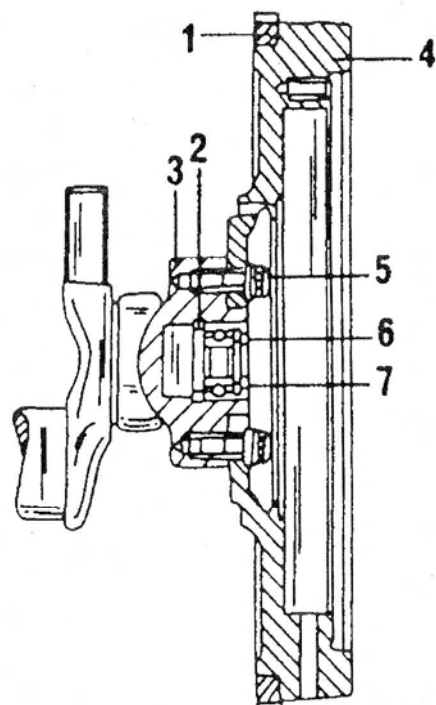

Рис. 60. Размещение маховика в варианте с обычной коробкой передач
На конце коленчатого вала установлен шариковый подшипник. На автомобилях с обычной коробкой передач за шариковым подшипником (7) запрессовано стопорное кольцо («7», рисунок 60), которое для защиты прикрыто с обеих сторон так называемыми шайбами «Viton». Шариковый подшипник на четырехцилиндровом двигателе вклеен. За подшипником находится распорное кольцо. Для снятия подшипника вместе со стопорным кольцом следует использовать съемник типа, показанного на рисунке 63.